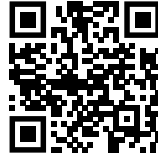

Fig. 142
- ▶ Deschideți Liebherr SmartMonitoring Dashboard. (vezi Fig. 142)